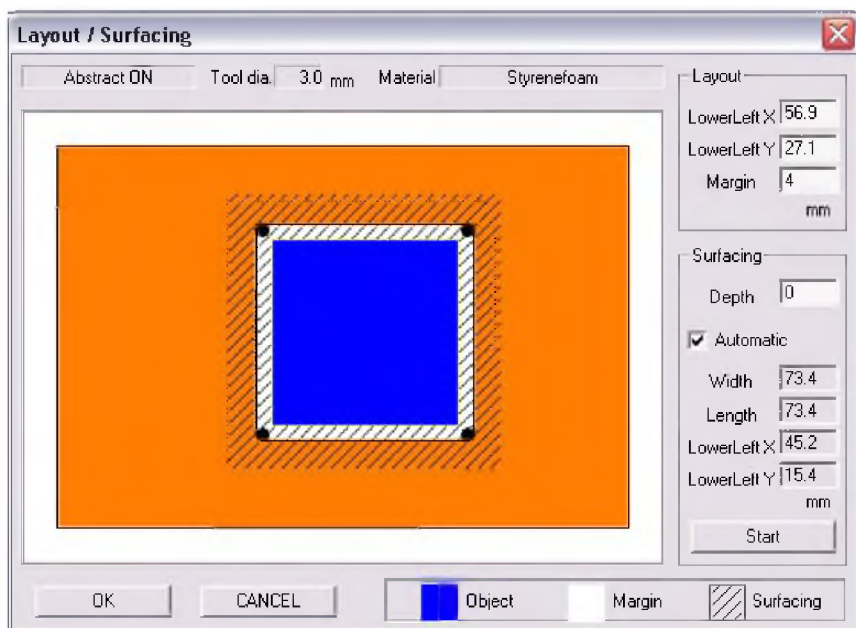

Рис. 5. Расположение объекта на столе станка
10. Наведите курсор на модель (прямоугольник синего цвета), нажмите на ЛКМ и, не отпуская ее, сместите изображение объекта в центр рабочего стола станка (рис. 5).